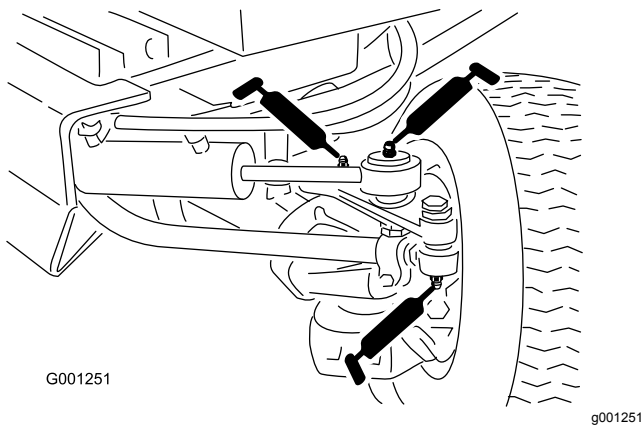

Figure 43
- Embouts de biellettes (2) (Figure 43)
- Extrémités de tige de vérin (2) (Figure 43)
- Pivots de direction (2) (Figure 43)
- Axe de pivot d'essieu (Figure 43)